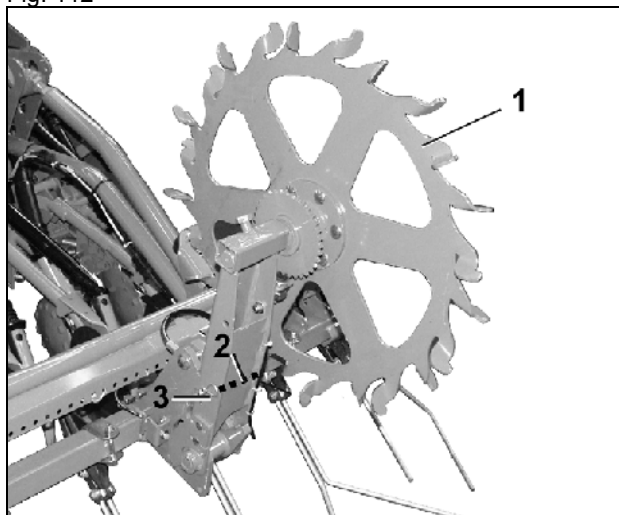

Fig. 113
- Ridicați roata cu pinteni scurt cu mâna (Fig. 113/1), slăbiți șplintul (Fig. 113/3), scoateți bolțul (Fig. 113/2) și coborâți roata cu pinteni.